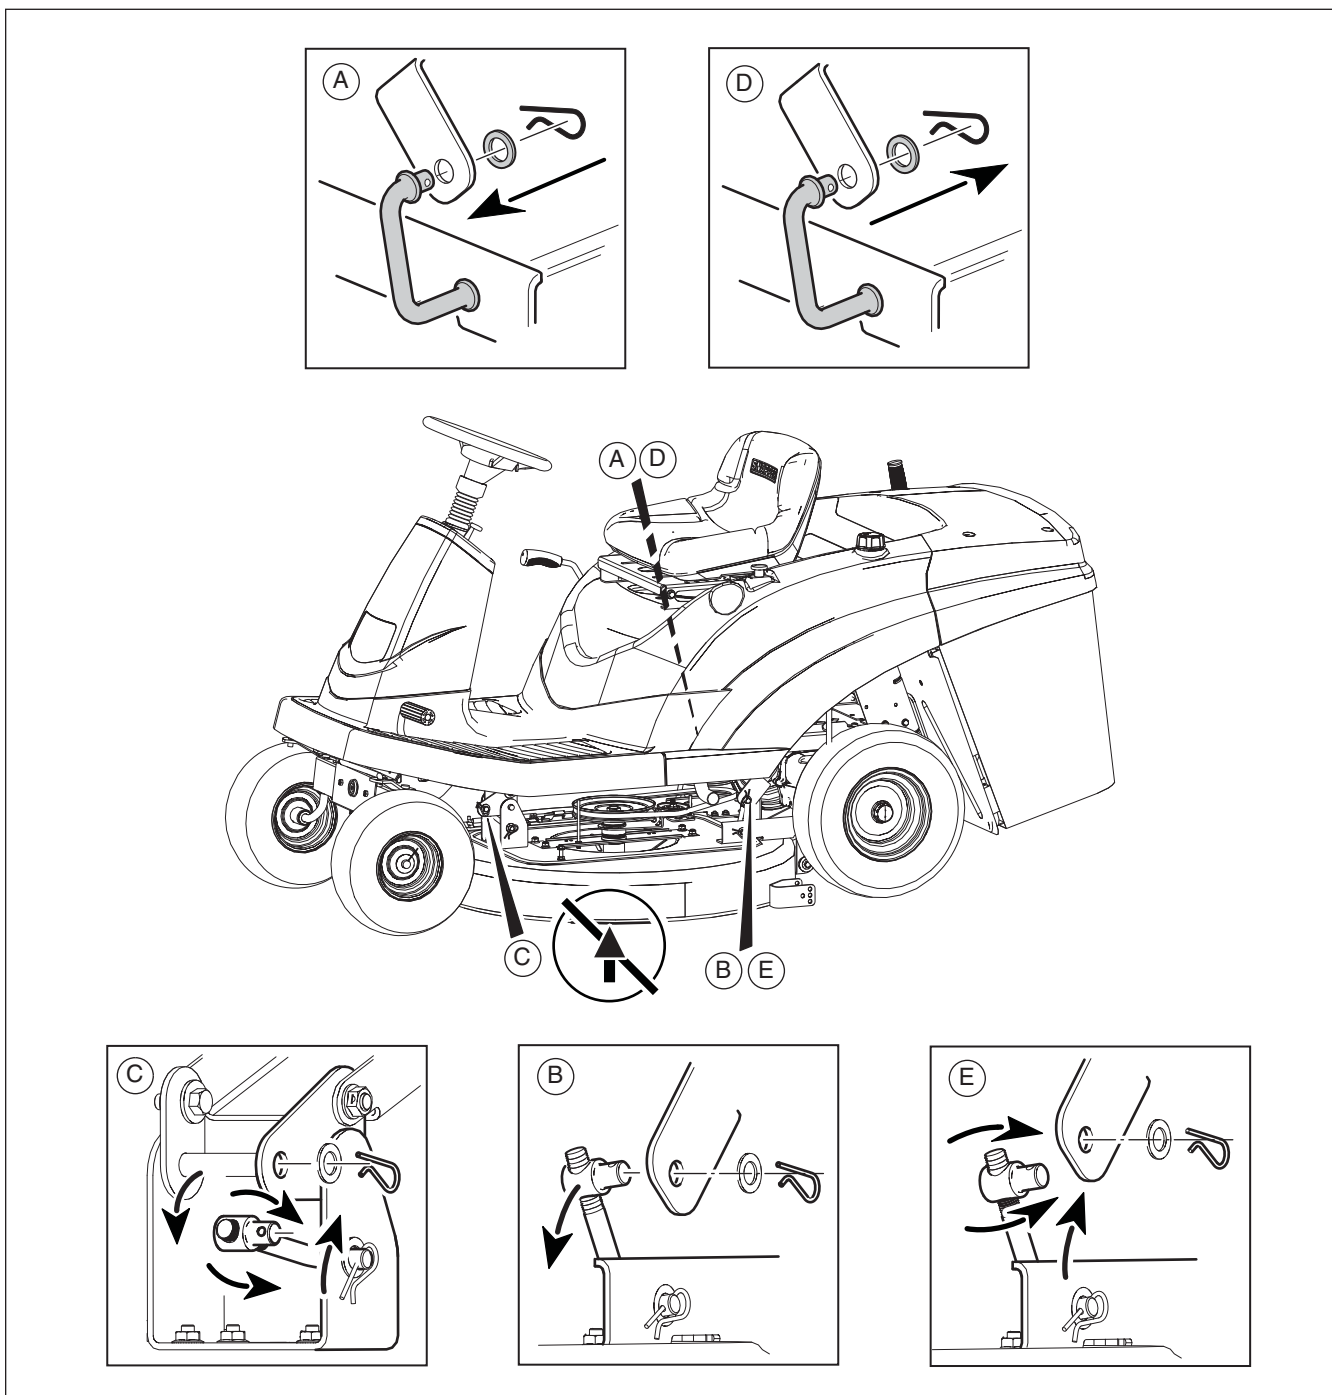

Figure 27
5. Déconnecter les tiges de levage de l'arrière du plateau de coupe de la tondeuse (voir **A** et **B**, **Figure 27**).
7. Retirer la goupille en épingle à cheveux et l'écrou réglable de l'ensemble de support avant (voir **C**, **Figure 27**).
10. Remonter les tiges de levage arrière (voir **D** et **E**, **Figure 27**).